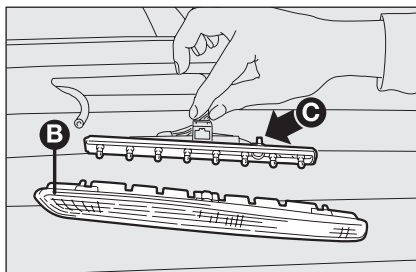

fig. 33
- extraire le groupe transparent **B-fig. 33** et débrancher le connecteur électrique;
- en agissant sur les ailettes d'une façon opposée **C-fig. 33** extraire le porte-lampes;